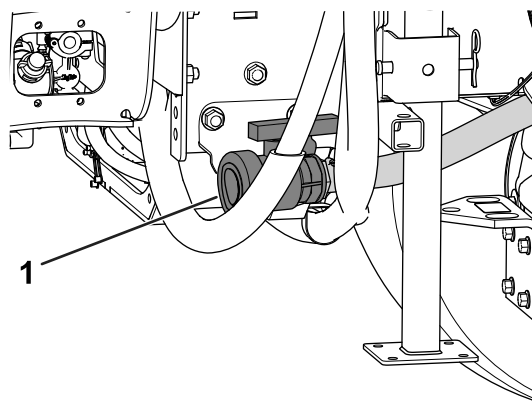

Figura 76
2. Localizați supapa de golire a rezervorului de pe partea dreaptă a mainii (Figura 76).